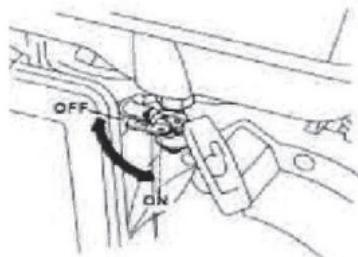

Рис. 4
- Переведите топливный кран в положение «Открыто». (Рис. 4)